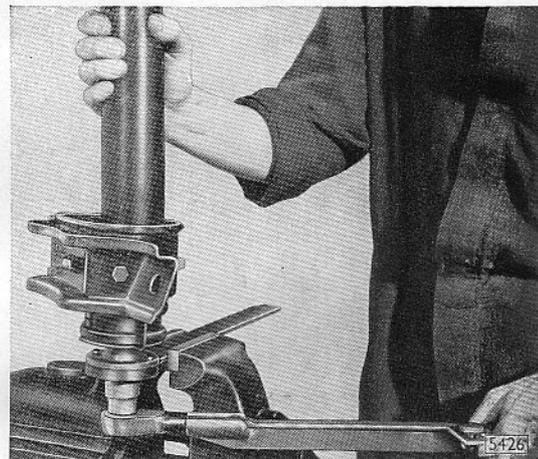

Bild B 32 - Mutter für Flansch der Antriebskegelrad-Verlängerungswelle abschrauben
1. Selbstsichernde Mutter für Flansch der Antriebskegelrad-Verlängerungswelle unter Verwendung des Flanschhalteschlüssels S-1289, der in den Schraubstock einzuspannen ist, abschrauben (Bild B 32).
6. Mutter für Flansch unter Verwendung des Halteschlüssels S-1289, der in den Schraubstock einzuspannen ist, auf ein Drehmoment von **10 kpm** festziehen – siehe Montagestellung in Bild B 32.